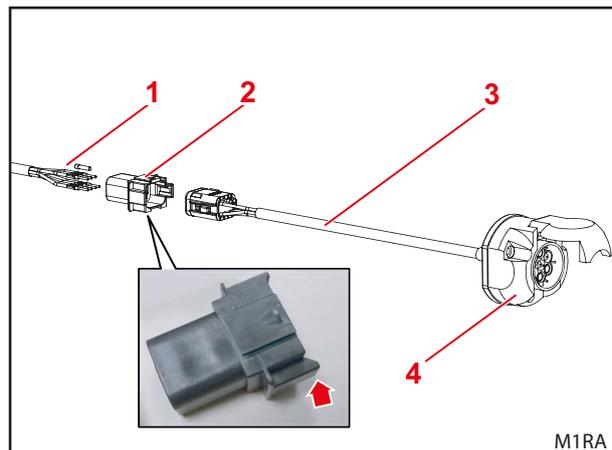

Fig. 37 Connettore a spina a 8 poli con "naso" per il collegamento di un cavo adattatore con presa a 7 poli
- Connettore a spina 8 poli con "naso" (freccia rossa in Fig. 37) per il collegamento di un cavo adattatore con presa a 7 poli.